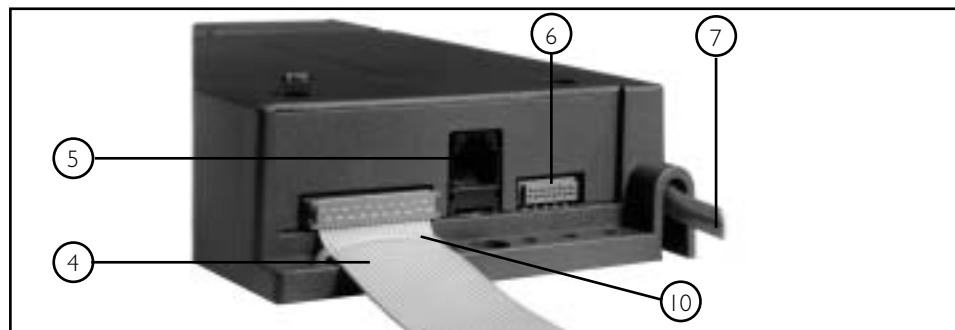
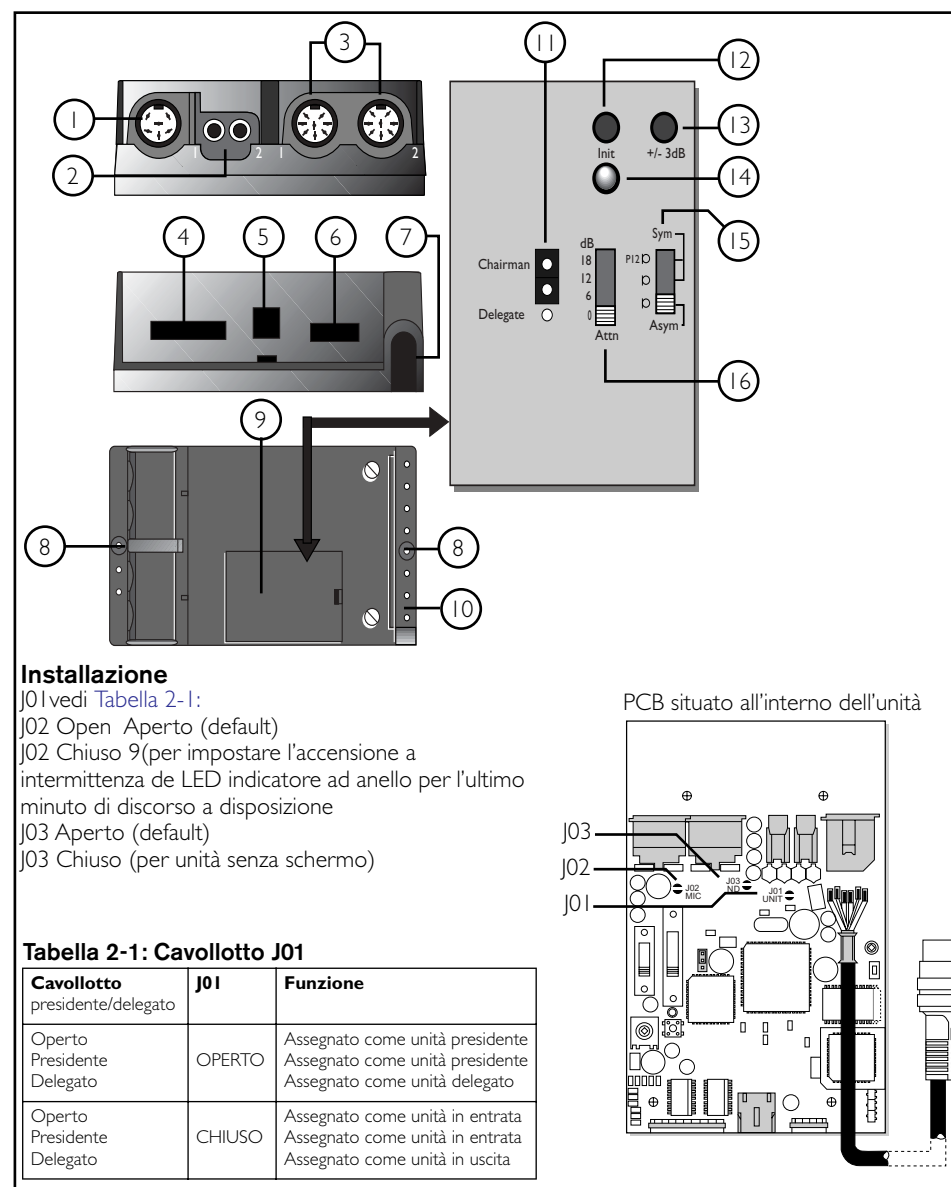

FIG. 2-24 Connessioni unità LBB 3540/15
FIG. 2-25 Layout LBB 3540/15 Unità di connessione multifunzione
1. Viene usato un cavallotto sul pannello di selezione (1, FIG. 2-25) per l'assegnazione dell'unità come unità delegato o unità presidente. Se essa viene usata come unità presidente, l'ingresso MIC 2 viene utilizzato per il microfono (LBB 3537/xx) e l'ingresso MIC 1 per il controllo prioritario (LBB 3537/10).
Comandi e Indicatori (FIG. 2-24 e FIG. 2-25)